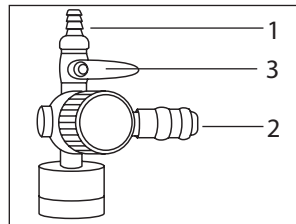

Рис. 4
На выходе из компрессора предусмотрены штуцера двух типов: «елочка» (Рис. 4, п. 1) и быстросъемный (Рис. 4, п. 2).
К инструменту, подключенному к быстросъемному штуцеру, воздух поступит автоматически. Для подачи давления к инструменту, подключенному к штуцеру типа «елочка», откройте шаровой кран (Рис. 4, п. 3).
инструмента, подключенного к штуцеру посредством регулировки положения крана (Рис. 4, п. 3).
**ПРИМЕЧАНИЕ!** При работе одновременно двумя инструментами следует помнить, что давление в обоих инструментах будет одинаковым, а расход воздуха будет распределяться пропорционально соотношению проходных сечений инструментов или выходных штуцеров в случае регулирования расхода воздуха краном, т.е. при увеличении расхода воздуха через штуцер (Рис. 4, п. 1) будет уменьшаться расход воздуха через штуцер (Рис. 4, п. 2), и наоборот.
- к штуцеру типа «елочка» – закройте кран (Рис. 4, п. 3), ослабьте хомут (если установлен), смените шланги инструмента, снова затяните хомут и откройте кран, установив необходимый расход воздуха;
- Снизьте давление до 1 бар, открыв штуцер «елочка» (Рис. 4, п. 1);
- снизьте давление до 1 бар, открыв штуцер «елочка» (Рис. 4, п. 1);